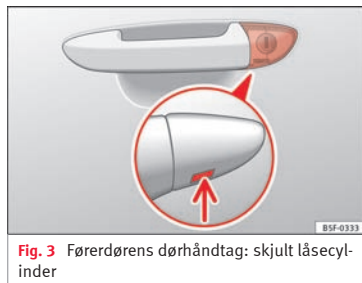

Fig. 3 Førerdørens dørhåndtag: skjult låsecylinder
- Sæt nøglekammen ind i afdækningens åbning » Fig. 3 (pil) på førerdørens dørhåndtag, og løft den nederste afdækning nedefra og op.